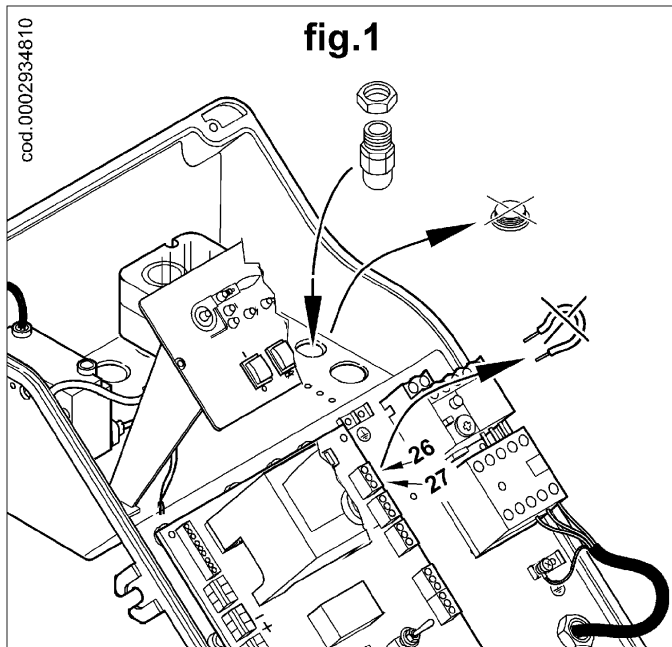

fig.1
- 1)Unscrew plastic plug in figure 1 from its electrical panel support and place the cable holder provided with the gas train in position. Remove the jumper between the printed circuit's terminals 26 and 27.
- 1)Dévisser du support tableau électrique le bouchon en plastique figure 1 et mettre à sa place le serre-câble fourni en dotation avec la rampe gaz. Enlever le pontet entre les bornes 26 et 27 du circuit imprimé.
- 1)Отвинтить с опоры электроцита пластиковую пробку на рис. 1 и вставить на ее место кабельную втулку, входящую в комплект газовой линии. Снять перемычку между клеммами 26 и 27 печатной платы.